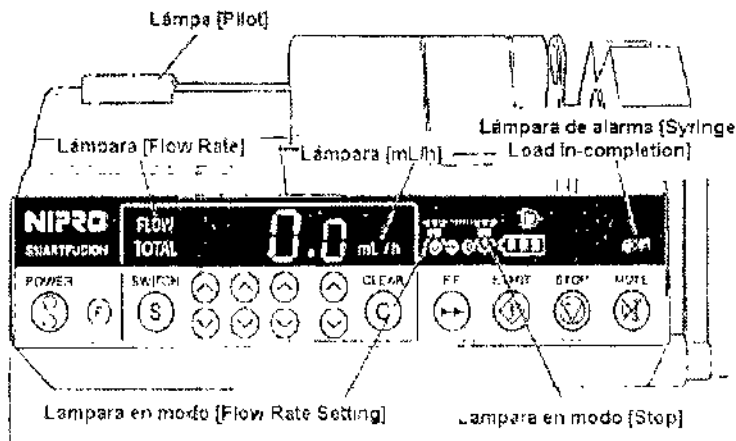

Figura 5: Confirmaciones de estado de jeringa
5. Confirmar que aparece [0.0] en la pantalla [Flow Rate/Total Infusión Volume] y modos [Flow Rate], [ml/h], [Flow Rate Setting] y la lámpara modo [Stop] se ilumina. (Figura 5).
(Figura 5) *Esto indica que la jeringa no está cargada.